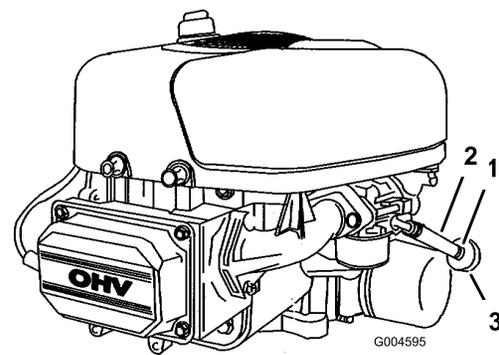

Figure 25
8. Pincez les extrémités du collier de fixation et poussez le collier en haut de la conduite d'alimentation, en direction du réservoir de carburant (Figure 25).
9. Débranchez la conduite d'alimentation du filtre à carburant (Figure 25) et laissez couler l'essence dans un bidon ou un bac de vidange.
Remplacez le filtre à carburant toutes les 100 heures de fonctionnement ou une fois par an, la première échéance prévalant. Le meilleur moment pour remplacer le filtre à carburant (Figure 25) est lorsque le réservoir à carburant est vide. Ne réinstallez jamais un filtre à carburant encrassé après l'avoir déposé de la conduite d'alimentation.
7. Pincez les extrémités des colliers et faites glisser ceux-ci pour les éloigner du filtre usagé (Figure 25).